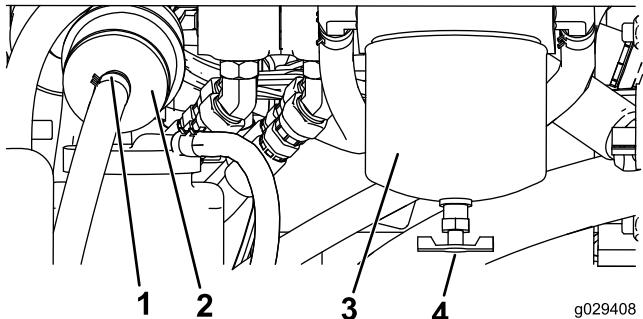

Figura 48
- Individuate il filtro carburante sul lato posteriore del motore (Figura 48) e posizionate un recipiente pulito sotto di esso.
- Individuate i filtri carburante sul lato destro del motore (Figura 48) e posizionate un recipiente pulito sotto di esso.
- Pulite la superficie circostante la scatola del filtro (Figura 48).
- Rimuovete la scatola del filtro e pulite la superficie di montaggio (Figura 48).
- Installate a mano la scatola del filtro finché la guarnizione non tocca la superficie di appoggio, poi ruotate la per un altro 1/2 giro (Figura 48).
- Individuate il filtro in linea dietro la scatola del filtro del carburante (Figura 48) e osservate la direzione della freccia del flusso sul lato del filtro in linea.
- Aprite i fermi su ciascuna estremità del filtro in linea ed estraete i flessibili (Figura 48). Gettate via il filtro.
- Fate scorrere i flessibili sull'estremità di un nuovo filtro (Figura 48), verificate che la freccia sul filtro sia posizionata nella stessa direzione di quella sul vecchio filtro.